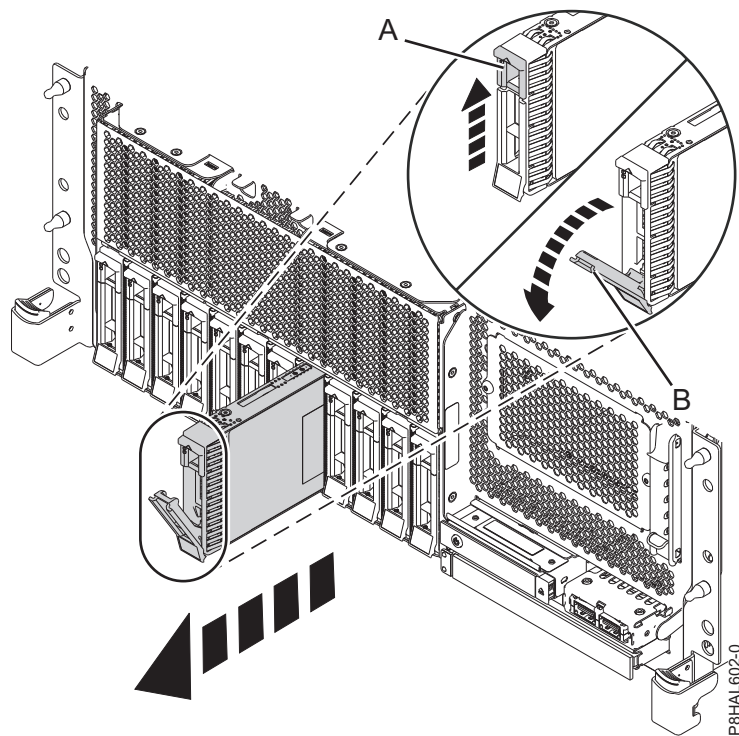

Figure 87. Retrait d'une unité de disque d'un système à fonction de base monté en armoire
4. Lorsque le voyant d'identification s'allume et reste fixe, déverrouillez la poignée de la baie d'unité **(B)** en appuyant dessus **(A)** et en la tirant vers vous. Voir : figure 87, figure 88, à la page 97, figure 89, à la page 98 et figure 90, à la page 99. Si la poignée n'est pas complètement sortie, vous ne pouvez pas retirer l'unité SSD du système.